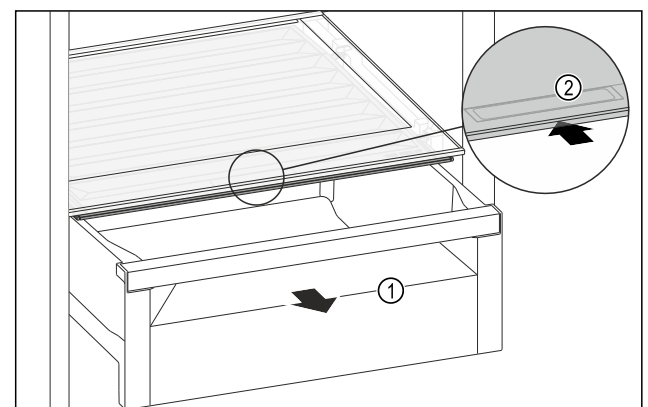

Fig. 111
- ▶ Extrageți sertarul Fig. 111 (1).
- ▶ Prindeți mânerul încastrat Fig. 111 (2) de la capacul compartimentului și glisați concomitent capacul compartimentului spre partea posterioară.